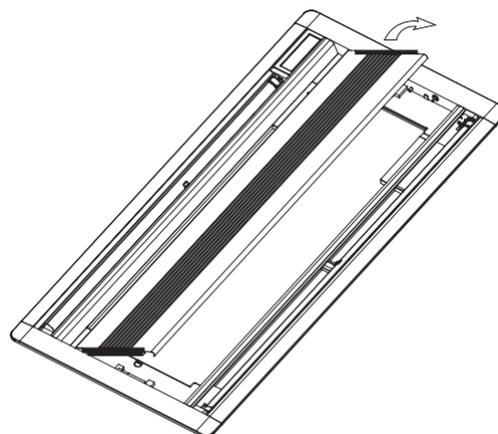

Fig. 5-11
- 3) Abra a grelha de aspiração (cerca de 45°), e retire o outro lado como na Fig. 5-11.